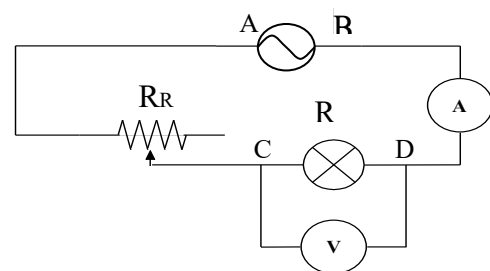

Figura 1
2. Realice el montaje eléctrico de la Figura 1 para medir la diferencia de potencial y la intensidad de corriente que circula por una de las lámparas (*)